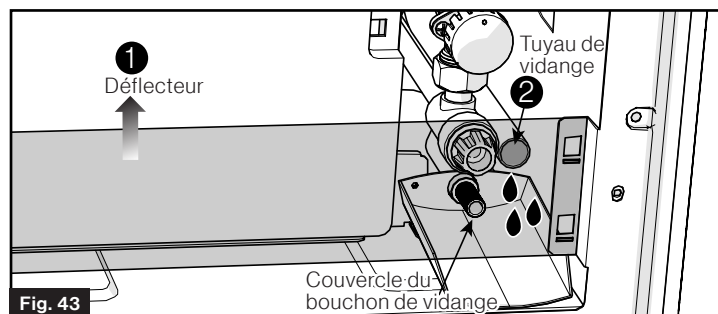

Fig. 43
5. Vérifiez s'il y a de l'eau dans le tuyau de vidange. (Fig. 43) La présence d'eau dans le tuyau de vidange indique que la soupape de sécurité de surpression fonctionne correctement.